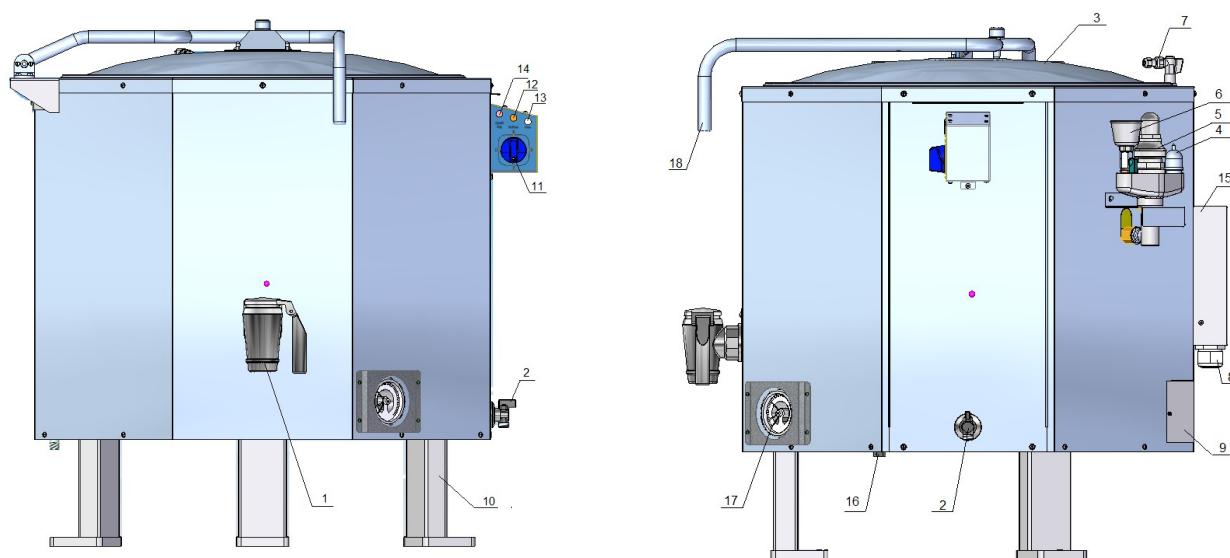

Рис.1 Конструкция котла
Устройство котла приведено на рис. 1.
На передней панели котла установлены кран слива (рис. 1 поз.1) и кран уровня (рис. 1 поз.2). Кран уровня соединен с пароводяной рубашкой и служит для контроля верхнего уровня воды, заливаемой в рубашку.
Крышка варочного котла (рис. 1 поз.3) при помощи пружинного механизма фиксируется при открытии на любой угол.
Вода в котел заливается из крана (рис. 1 поз. 7). Подключение крана к водопроводной трассе (рис. 1 поз.16) осуществляется через G1/2 (наружная резьба).
- сигнальные лампы: рис. 1 поз. 13 сеть (белый светофильтр);
рис. 1 поз. 12 режим работы (оранжевый светофильтр);
рис. 1 поз. 14 «сухой ход» (красный светофильтр),
рис. 1 поз. 11 переключатель мощности;
- заливная воронка с краном рис. 1 поз. 6. Заливная воронка с краном служат для залива воды в паровую рубашку.
- предохранительный клапан высокого давления рис. 1 поз. 5. Предназначен для предотвращения чрезмерного повышения давления, который срабатывает при достижении давления в рубашке (50÷65) кПа (0,50÷0,65 кгс/см2).
- вакуумный предохранительный клапан (рис. 1 поз. 4) предназначен для предотвращения создания чрезмерного разрежения, который срабатывает при создании разрежения в пароводяной рубашке более 0,01 кгс/см2.
Защита ТЭН-ов от «Сухого хода» осуществляется следующим образом: при понижении уровня теплоносителя ниже датчика В1 возрастает сопротивление между контактами 11-12 блока БУПК (см. рис. 5). По сигналу, полученному от датчика, блок управления формирует сигнал на отключение цепи питания пускателей КМ1...КМ3 и формирует сигнал на индикацию «Сухой ход», загорается красная сигнальная лампа (рис. 1 поз. 14) «Сухой ход».
Регулирование величины мощности нагрева котла производится установкой ручки переключателя (рис. 1 поз 11) в положение «1», «2», «3», что соответствует слабому, среднему и сильному нагреву. Отключение нагрева производится установкой ручки переключателей в положение «0».
Электроконтактный манометр (рис. 1 поз. 17) расположен на передней панели и настроен на верхнее рабочее давление 0,60 кгс/см2 и 0,45 кгс/см2 - нижнее рабочее давление. При достижении внутри рубашки котла верхнего значения давления электроконтактный манометр выдает сигнал на блок БУПК. В свою очередь блок БУПК формирует сигнал на отключение всех электронагревателей. Электронагреватель находится в отключенном состоянии, пока давление внутри рубашки не достигнет нижнего значения давления на электроконтактном манометре.
- подключить котел к системе водоснабжения через шланг подвода воды G1/2 (рис. 1 поз. 16);
- необходимо отвернуть крепежные болты блока управления (рис 1 поз. 15), пропустить провода через кабельный ввод (рис. 1 поз. 8) и подключить провода согласно маркировке на клеммной колодке. Монтаж и подключение котла производить так, чтобы отсутствовал доступ к токопроводящим частям без применения инструментов;